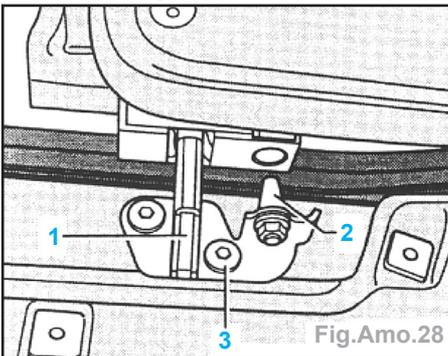

Fig.Amo.28
**Nota :** La gâche (1) est alignée par le tenon (2) (Fig.Amo.28).